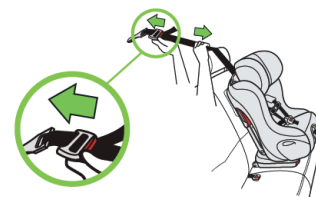

Figura 76
- Oprima y mantenga pulsado el ajustador de la correa, al mismo tiempo que tire de la correa, como se muestra en la **figura 76**.